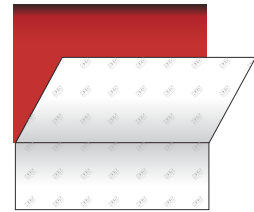

Abbildung 05
- Das „Scharnier“ ist anschließend zu entfernen, um mit dem Abziehen des Abdeckpapiers entsprechend der Oberflächen fortzufahren (siehe die folgenden Unterabschnitte). (Abb. 05)